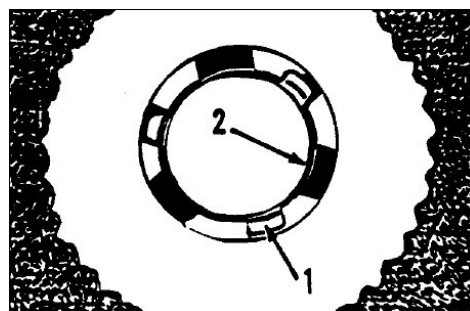

Рисунок 4
5. Выверните ушки (1) на запирающей пластине с отверстиями в адаптере держателя накладки. См. рисунок 4.